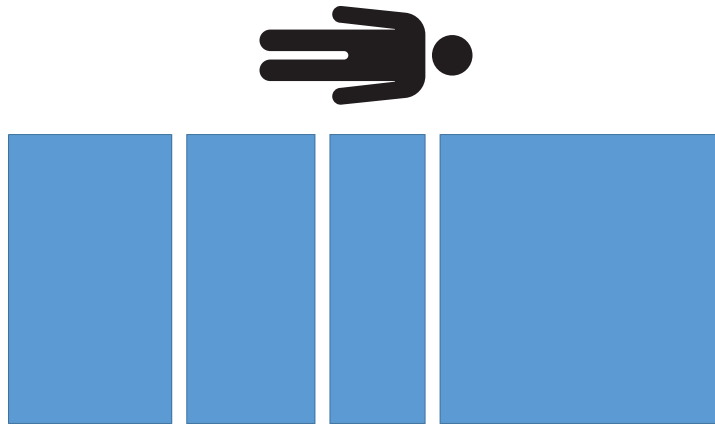

Figure 33 – Test de tarage - pas de poids
13. Retirer tous les poids étalonnés du produit (Figure 33).